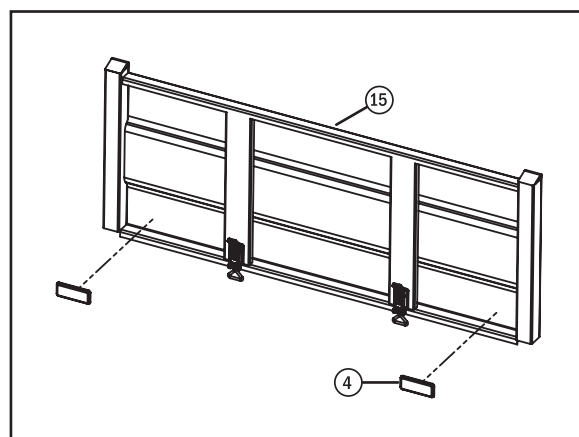

Fig. 17
Étape 19 : Installez les réflecteurs sur le hayon. Installez les réflecteurs sur le hayon, comme indiqué sur la fig. 17, du même côté que les loquets et à environ 25 mm (1 po) du bas et 25 mm (1 po) de la barre latérale. Il est recommandé d'utiliser de l'alcool à friction pour nettoyer l'endroit où le réflecteur sera placé. À l'arrière du réflecteur, retirez le support de l'adhésif. Placez le réflecteur sur la surface et appuyez fermement.